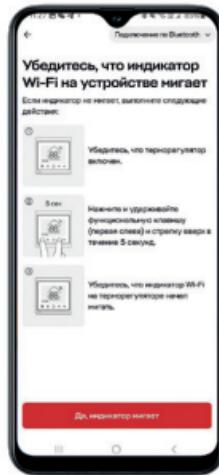

Рис. 4.3
7.2.6 Приложение EKF Connect Home поддерживает три режима подключения: режим Bluetooth, Wi-Fi (авто) и Wi-Fi (вручную). По умолчанию установлен режим Bluetooth. Если не удалось произвести подключение в режиме Bluetooth (например устройство не было найдено), измените режим на Wi-Fi (авто) или WiFi(вручную) в правом верхнем углу (рисунок 4.3). Подключение выполняйте согласно инструкции на экране приложения. Для подключения в режиме Wi-Fi (вручную) нужно будет выбрать сеть точки доступа Wi-Fi устройства SmartLife-XXXX.